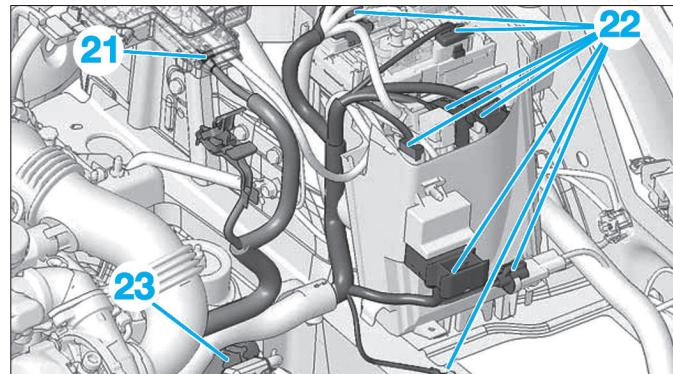

Fig. 93
- le faisceau de batterie (21) (Fig.93),
- le faisceau moteur (22),
- le faisceau de boîte de vitesses (23),